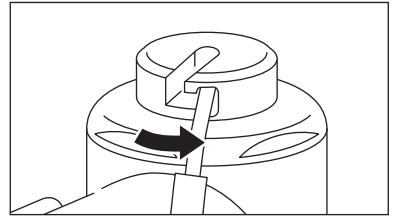

Fig. 7
- ③ Push butonu tutarak, içten irigasyon memesini sağa iterek tırnğa yerleştirerek kilitleyiniz. (Fig. 7)